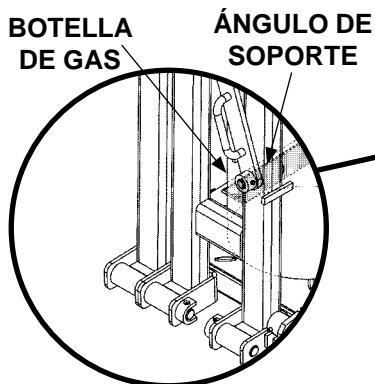

FIG. 22-1B
1. Coloque toda la carga tan cerca como sea posible del borde interno de la plataforma hacia el vehículo como se muestra en la **FIG. 22-1**. Asegúrese de que la carga descansa en la barandilla de la plataforma (**FIG.22-1**) y el ángulo de soporte (**FIG. 22-1B**).